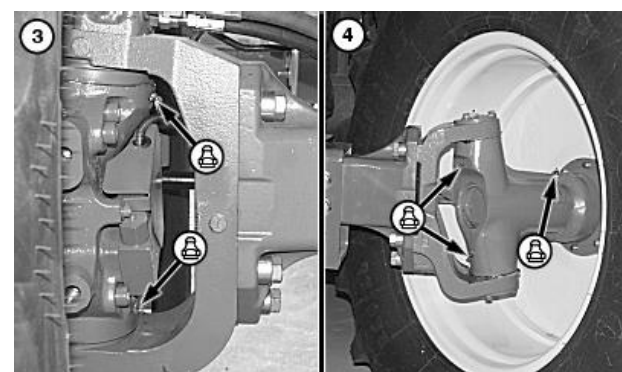

Рис.4.39 – Змащення моторних цапф (3) та шарнірних пальців/підшипників (4)
4. Моторні цапфи змастити ввівши мастило в дві прес-масльонки (рис.4.39).
5. Змащення шарнірних з'єднань та підшипників вісей моста (рис.4.39).